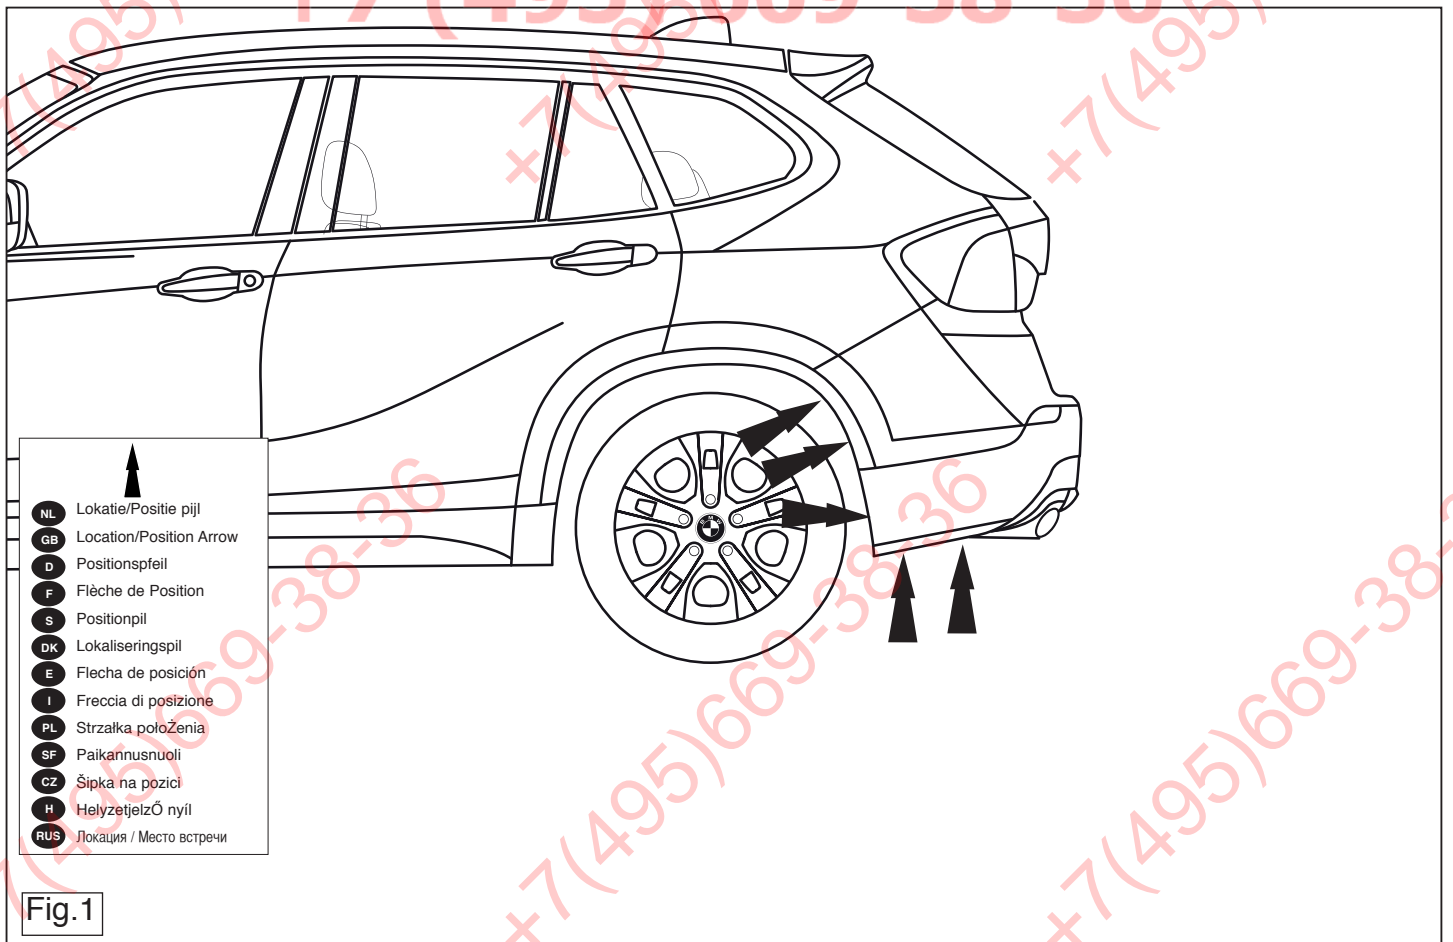

Fig.1
10. Установить бампер. (см. рис. 1+1a).
2. Remove the bumper and the steel buffer beam from the vehicle. The buffer beam will no longer be needed. See figure 1.
10. Fit the bumper. (See fig. 1+1a).
2. Die Stoßstange einschließlich des stählernen Stoßbalkens vom Fahrzeug abmontieren. Der Stoßbalken wird nicht mehr benötigt. Siehe Abbildung 1.
10. Die Stoßstange montieren. (siehe Abb. 1+1a).
2. Déposer le pare-chocs du véhicule y compris la traverse en acier la traverse ne sera plus utilisée. Voir la figure 1